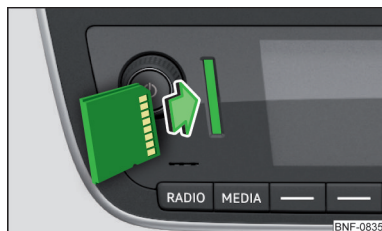

Fig. 107
- **Skub** sd-kortet **ind** i åbningen i pilens retning med det afskårne hjørne vendt opad, indtil det går i hak » Fig. 107.